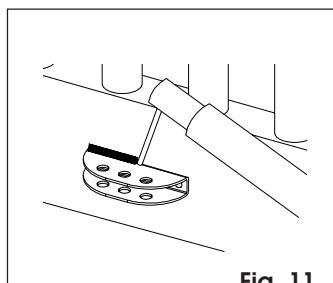
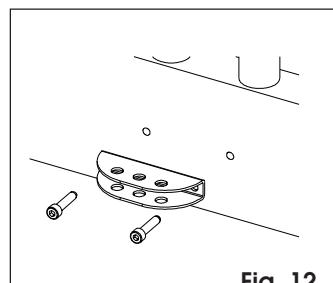

Fig. 11
Fig. 12
- L'attacco può essere direttamente saldato all'anta (fig. 11) oppure avvitato utilizzando inserti filettati (fig. 12).